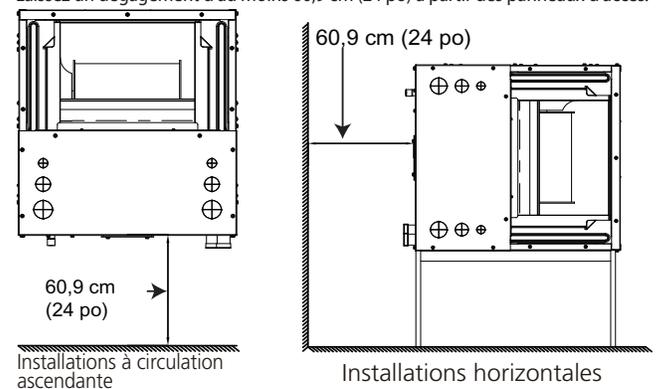

Fig. 6 – Dégagements d'installation
- Laissez suffisamment d'espace pour permettre la circulation de l'air et l'entretien de l'appareil. Voir Fig. 6 – à la page 5 pour connaître les distances minimales requises entre l'appareil et les murs ou les plafonds.